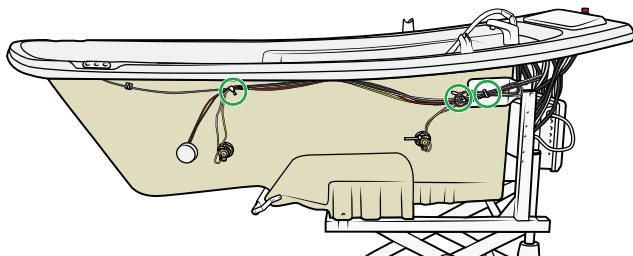
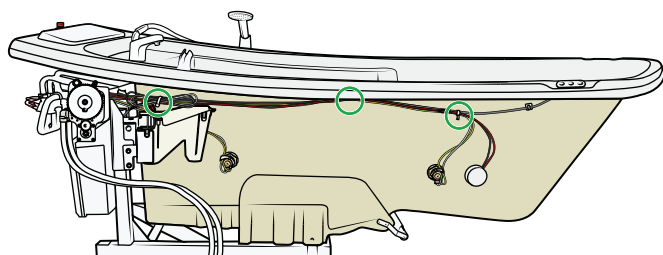

Figure 44
Figure 45
27. Coupez les attaches de câble. Voir et Figure 44. Figure 45